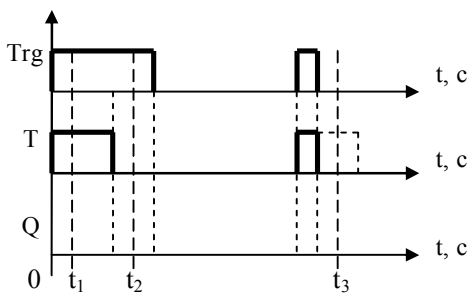

Рис. 9. Временная диаграмма функции Задержка включения
1. Функция **Задержка включения**. Сформируйте схему управления, содержащую блок **Задержка включения**, вход и выход. Задайте время задержки $T = 30$ с. По результатам исследования достройте временную диаграмму блока (рис. 9) и определите состояние выхода в моменты времени t_1 , t_2 и t_3 .